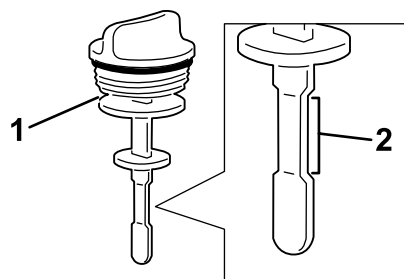

Рисунок 105
4. Извлеките масломерный щуп из заливной горловины и проверьте уровень гидравлической жидкости (Рисунок 105).